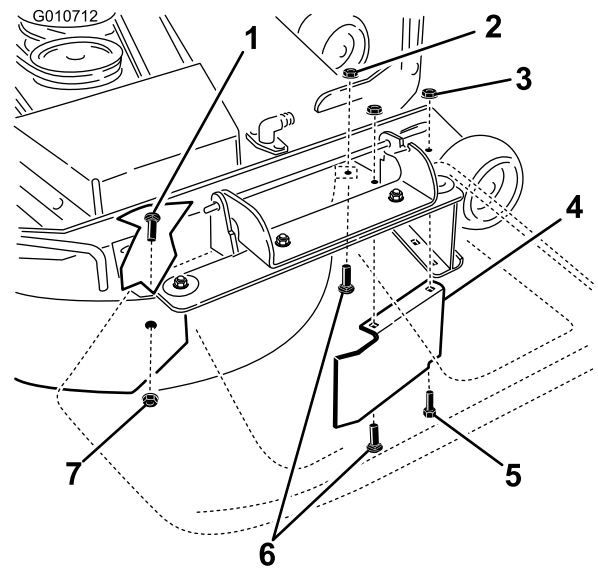

Figure 32
9. Sur la paroi arrière du plateau de coupe, retirez le boulon de carrossier Bolt5_16x3_4; et le contre-écrou (5/16 pouce) qui fixent le déflecteur au plateau (Figure 32).
10. Trouvez la protection du déflecteur sur le bord avant de l'ouverture d'éjection latérale. Retirez les fixations qui maintiennent la protection du déflecteur droit sur le plateau de coupe, comme indiqué à la Figure 32. Enlevez le déflecteur et conservez toutes les fixations.
12. Placez les fixations retirées précédemment dans les trous avant de la plaque d'éjection et le trou à l'avant du plateau de coupe (Figure 32).